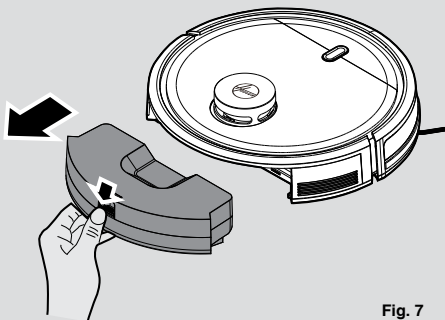

Fig. 7
2. Tryck på frigöringsknappen och ta ut dammbehållaren om ytterligare underhåll krävs. [Fig. 7]
1. Ta bort dammbehållaren efter dammsugningen, tryck på frigöringsknappen och dra ut den. [Fig. 7]